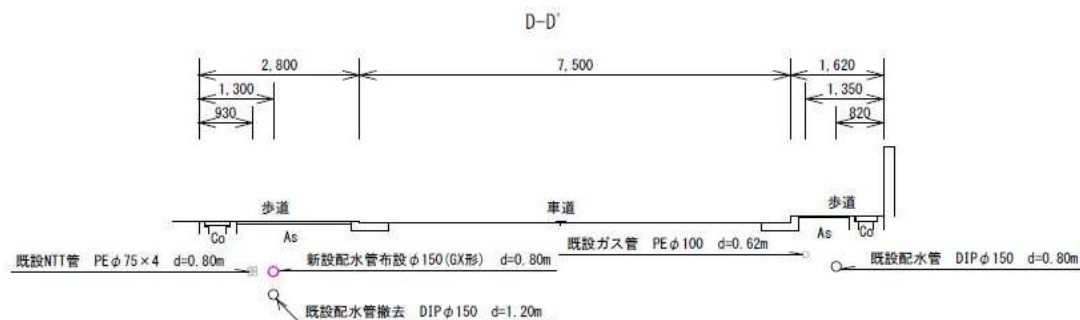

図3－2 横断面図（例）
- 6) 水道管の埋設位置は道路の端部（官民境界）から測定記入し、土被りは道路表面から測定する。ただし、工事中の道路では計画道路表面を基準とする（図3－2を参照。）。